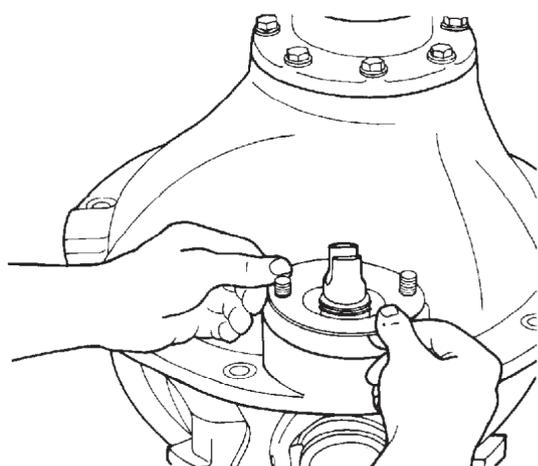

Figura 6
- D. Quando existir, remova, manualmente, e descarte o diafragma e a mola de retenção, se for necessária a sua substituição (Figura 6).